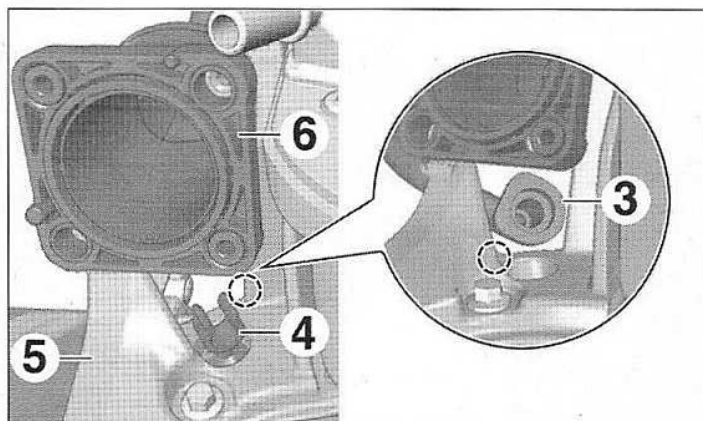
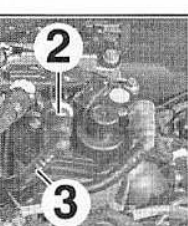

FIG.69
FIG.68
- Débrancher (Fig.68) :
- le connecteur (1),
- les raccords (2).
- Dégrafer le conduit de carburant (3).
- Déposer l'agrafe (4) du support (5) (Fig.69).
- Dégager, avec précaution, le conduit de carburant (3) entre le support (5) et conduit d'air (6).
- Déposer le conduit (3) avec la sonde de température de carburant.